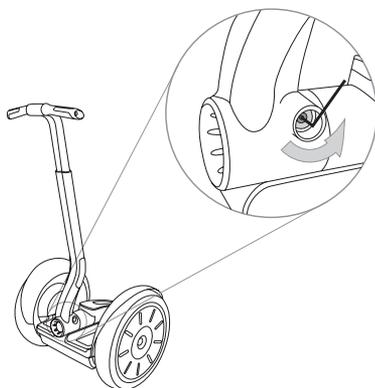

Figure 28. Desserrez la vis maintenant le cadre LeanSteer en place
2. A l'aide d'une clé hexagonale de 5 mm, enlevez la vis qui maintient le cadre LeanSteer en place. Voir la **Figure 28**.